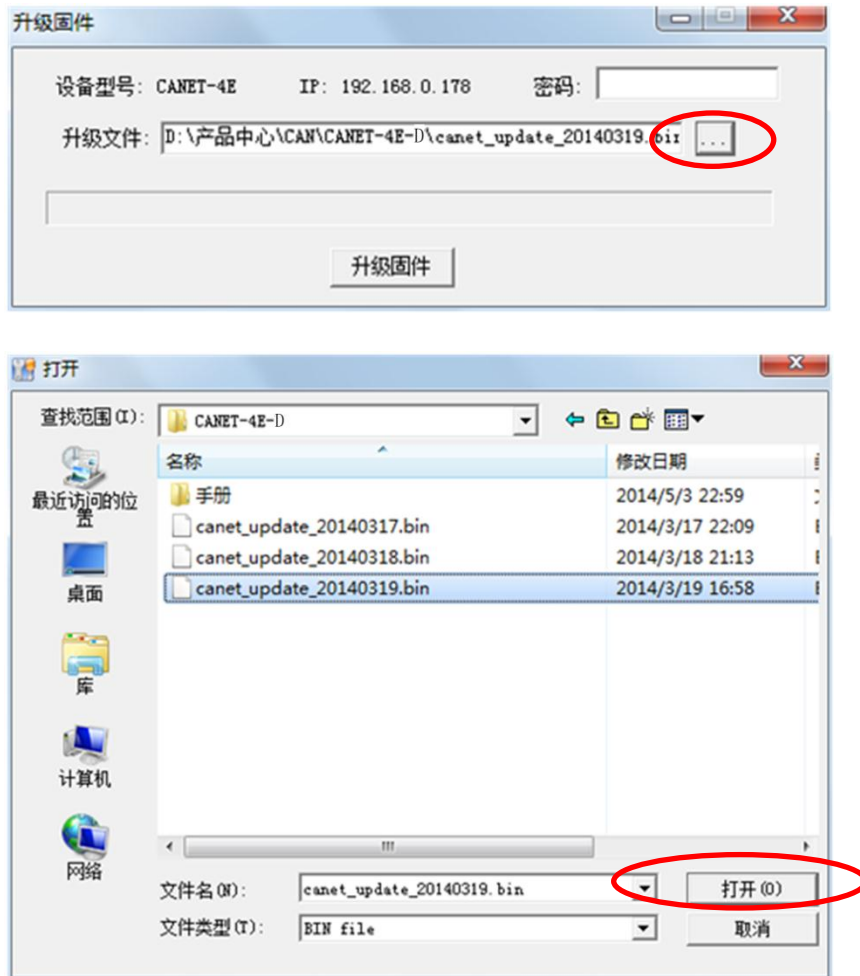

图 6.15 固件升级界面
2. 单击菜单中的【升级固件】, 出现如图 6.15 所示的固件升级界面, 填入密码(默认是 88888), 然后选中升级文件, 单击“打开”按钮。